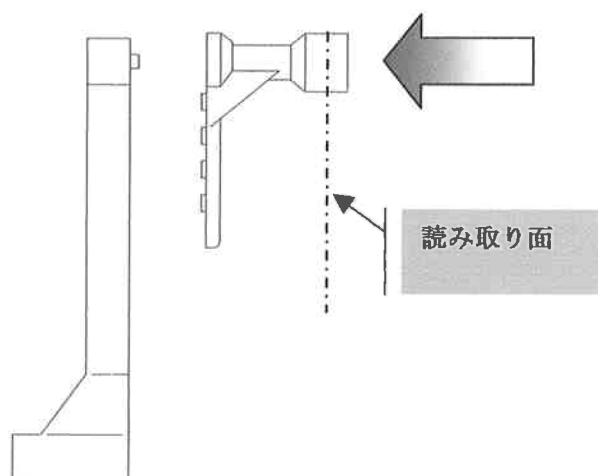

図 18-2 延長棒の取り付け
距離センサがリムのスポークに邪魔をされますので、(例えば傾斜するスポークの付いたリム)外側の面を得ることが出来ない、特殊なリムには、スペシャル "延長読み取り" の特殊プログラムが使用されます。これは、図 18-2 で示される特別の延長棒アクセサリで解決します。
2. 図 18-2 で示されるような距離及び直径センサに延長棒を取り付けます。